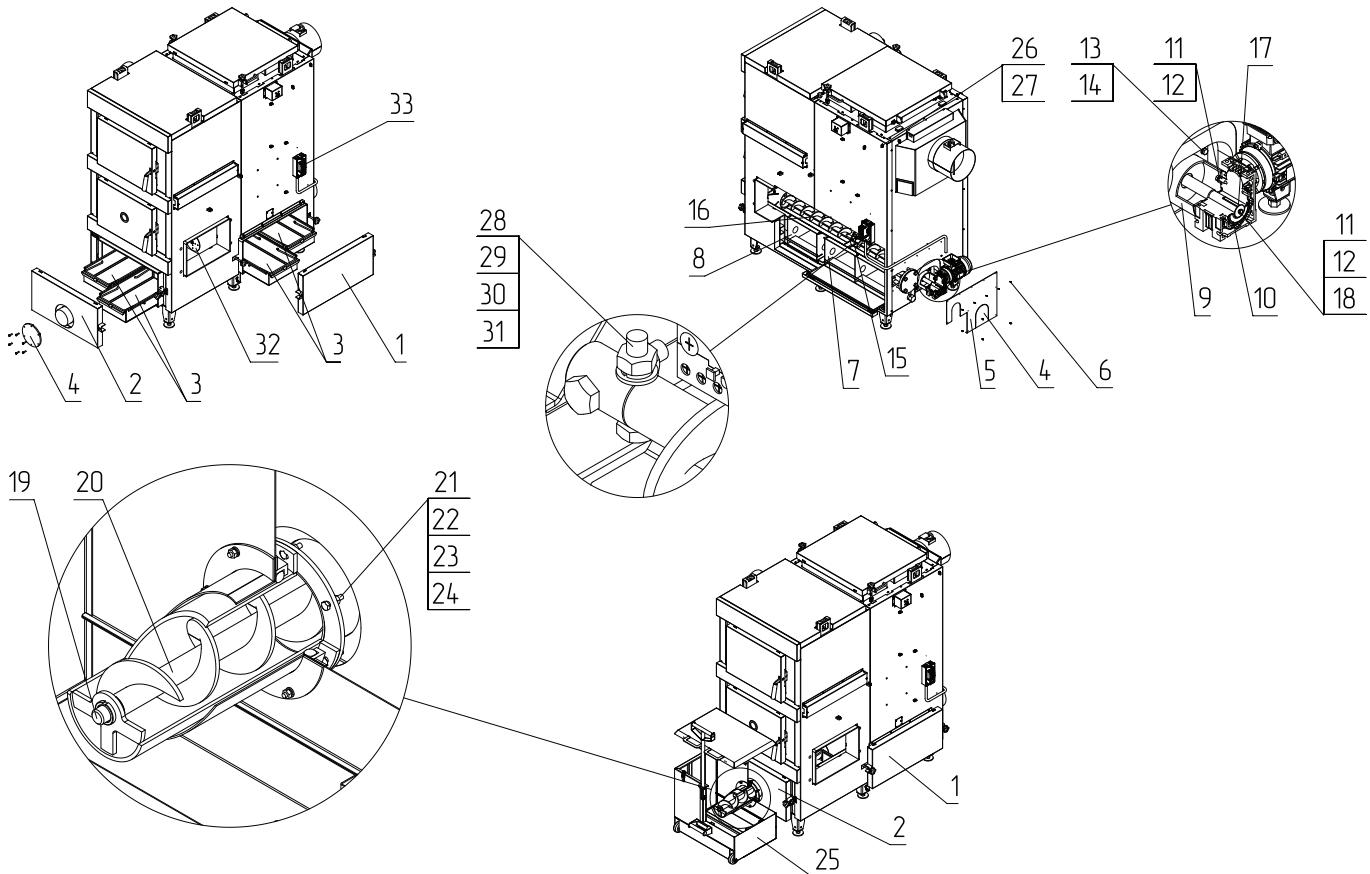

Рис.9 Монтаж механизма золоудаления
1. Снимите прочистную и зольную дверцы (**Рис.9, поз.1, поз.2**);
2. Извлеките зольные ящики (**Рис.9, поз.3**);
3. Снимите заглушку мотор - редуктора (**Рис.9, поз.5**) с задней стенки котла, открутив саморезы (**Рис.9, поз.6**);
4. Уберите заглушку топочную (**Рис.9, поз.32**);
5. Установите скат золоудаления большой (**Рис.9, поз.7**);
6. Установите шнек большой (**Рис.9, поз.15**), продев через патрубки теплообменника;
7. Установите шнек малый (**Рис.9, поз.16**), продев через латунную втулку;
8. Соедините шнеки (**Рис.9, поз.15;16**) при помощи крепежа (**Рис.9, поз.28; 29; 30; 31**);
9. Установите скат большой (**Рис.9, поз.7**);
- 10.Установите скат малый (**Рис.9, поз.8**) 2 шт;
- 11.Соберите фланец (**Рис.9, поз.9**) с мотор - редуктором (**Рис.9, поз.10**) болтами с шайбами (**Рис.9, поз.11, поз.12**);
- 12.Закрепите на заднюю стенку котла болтами с шайбами (**Рис.9, поз.13, поз.14**), согласно **рисунку 9**;
- 13.Установите шпонку (**Рис.9, поз.17**);
- 14.Зафиксируйте болтом с шайбами (**Рис.9, поз.11; 12; 18**) на мотор - редуктор (**Рис.9, поз. 10**);
- 16.Прикрепите заглушку мотор - редуктора (**Рис.9, поз. 5**) саморезами (**Рис.9, поз. 6**);
- 17.Снимите с зольной дверцы (**Рис.9, поз. 2**) заглушку (**Рис.9, поз. 4**);
- 18.Установите на место двери (**Рис.9, поз. 1, поз. 2**);
- 19.Установите на зольную дверцу (**Рис.9, поз.2**) патрубок (**Рис.9, поз.20**);
- 20.Зафиксируйте при помощи крепежа (**Рис.9, поз. 21; 22; 23; 24**);
- 21.Установите внешний зольный ящик (**Рис.9, поз. 25**);
- 22.Установите хомут - клипсы (**Рис.9, поз.26**) в отверстия на боковой стенке при помощи саморезов (**Рис.9, поз.27**);
- 23.Установите щит управления золоудалением (**Рис.9, поз.33**) на боковую стенку корпуса котла и зафиксируйте его саморезами (**Рис.9, поз.27**);
- 24.Закрепите гофрошланги от щита с помощью крепления (**Рис.9, поз.22**);